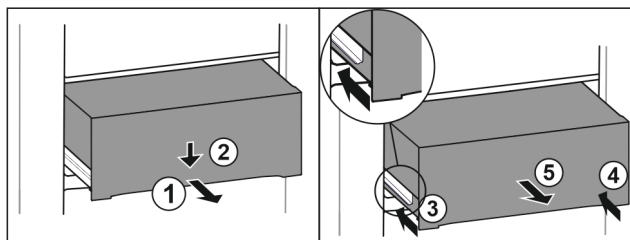

Fig. 104
- ▶ Zásuvku napůl vytáhněte. Fig. 104 (1)
- ▶ Stlačte zásuvku na přední straně dolů. Fig. 104 (2)
- ▶ Zasuňte levou kolejničku přibližně do 2 cm. Fig. 104 (3)
- ▶ Zasuňte pravou kolejničku přibližně do 2 cm. Fig. 104 (4)
- ▶ Vyjměte zásuvku dopředu. Fig. 104 (5)